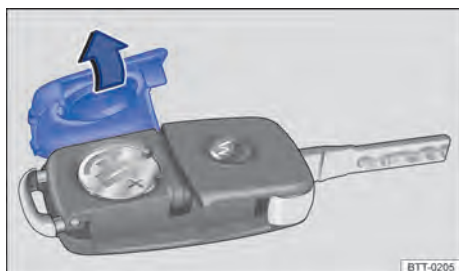

Fig. 24 Chave do veículo: abrir a cobertura do alojamento da bateria.
- Retirar a cobertura no lado posterior da chave do veículo $\Rightarrow$ Fig. 24 no sentido da seta $\Rightarrow$ ①.
- Posicionar a cobertura conforme indicado $\Rightarrow$ Fig. 24 e pressionar no sentido contrário ao da seta sobre a carcaça da chave do veículo até encaixar.